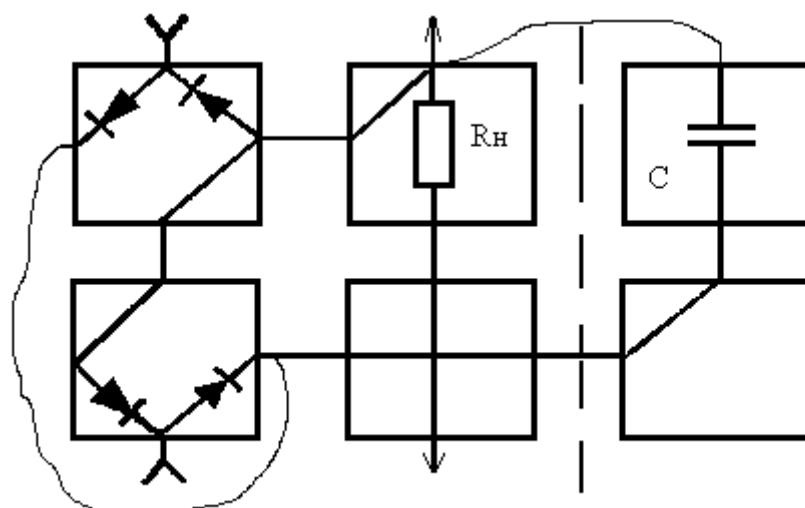

Рис. 3
7. Собрать из элементов "Электронной мозаики" схему двухполупериодного выпрямителя с нагрузкой  $R_H=68$  кОм. Сглаживающий конденсатор  $C= 0,01$  мкФ, отделенный на схеме вертикальной пунктирной чертой, не подключать. Соединения, изображенные на рис. 3 кривыми линиями, при монтаже реализовать с помощью проводов.
9. Подключить к схеме сглаживающий фильтр согласно рис. 3 и перерисовать на миллиметровую бумагу форму сигнала (можно использовать предыдущий график). Зарисовать на новом графике форму выпрямленного напряжения без и с сглаживающей емкостью при частоте входного сигнала  $f = 5000$  Гц.